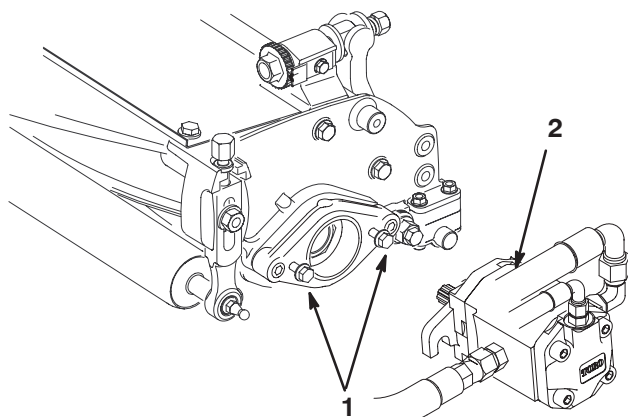

Figure 20
9. Installez les vis de fixation du moteur d'entraînement des cylindres sur chaque plateau de coupe. Laissez dépasser environ 13 mm du filetage des vis de fixation (Fig. 20).
11. Lubrifiez l'arbre cannelé de chaque moteur avec de la graisse propre, puis montez le moteur en le tournant dans le sens horaire de sorte que ses brides évitent les goujons. Tournez le moteur dans le sens anti-horaire jusqu'à ce que les brides encerclent les goujons, puis serrez les vis de fixation (Fig. 20).